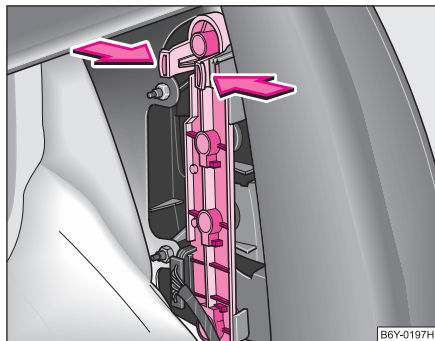

Fig. 183 Demontarea suportului becurilor cu incandescență
- Apăsați curelușele de fixare din partea de sus a suportului, în sensul săgeții și scoateți suportul ⇒ fig. 183.